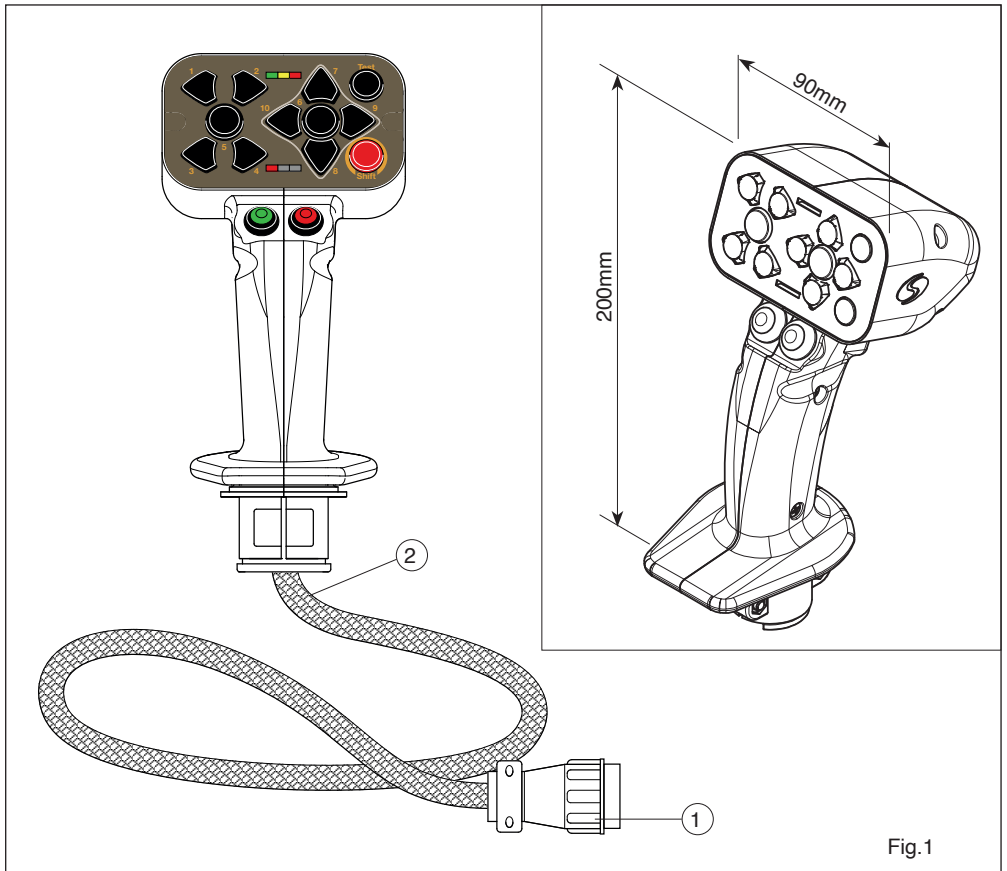

Fig. 1
The Salvarani joystick is supplied as shown in fig.1 with the standard 9-pin AMP connector isobus (pos.1). On the joystick there is a bush (pos.2) with thread M10 for possible fixing.
Il joystick Salvarani è fornito come da fig.1 con connettore AMP 9 poli standard isobus (pos.1). Sul joystick è prevista una boccia (pos.2) con filetto M10 per eventuale fissaggio.